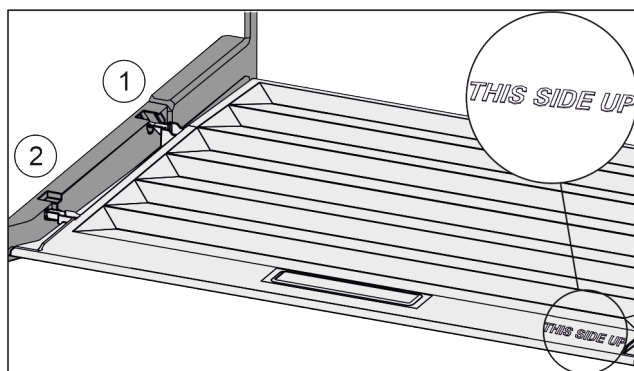

Fig. 108
- ▶ Výstupky veka zaveďte cez otvor zadného držiaku Fig. 108 (1) a zaistite vpredu v držiaku Fig. 108 (2).